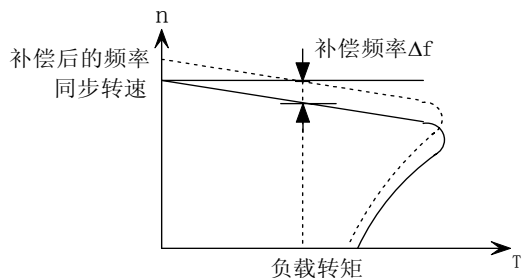

图 5-9-4 自动转差补偿
- ◆ 电机负载转矩的变化将影响电机运行转差，导致电机速度变化。通过转差补偿，根据电机负载转矩自动调整变频器输出频率，以提高电机机械特性的硬度，如图5-9-4所示。